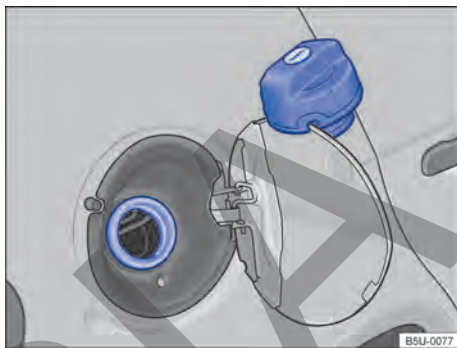

Fig. 141 Portezuela del depósito de combustible abierta con el tapón de cierre del depósito de combustible colgado.
- Gire la tapa del depósito de combustible en sentido antihorario y cuélguela encima de la portezuela del depósito de combustible → fig. 141.